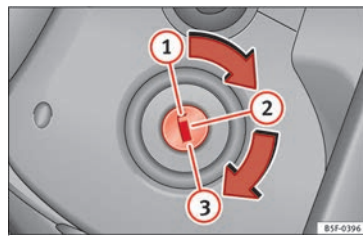

Fig. 173 Posizioni della chiave di accensione.
In questa posizione » fig. 173 sia il motore che il quadro sono spenti e si può inserire il bloccasterzo.
- Girare la chiave fino alla posizione » fig. 173  2. La spia  si accenderà nel caso di preincandescenza del motore.
- Girare la chiave fino alla posizione » **fig. 173 ①.**